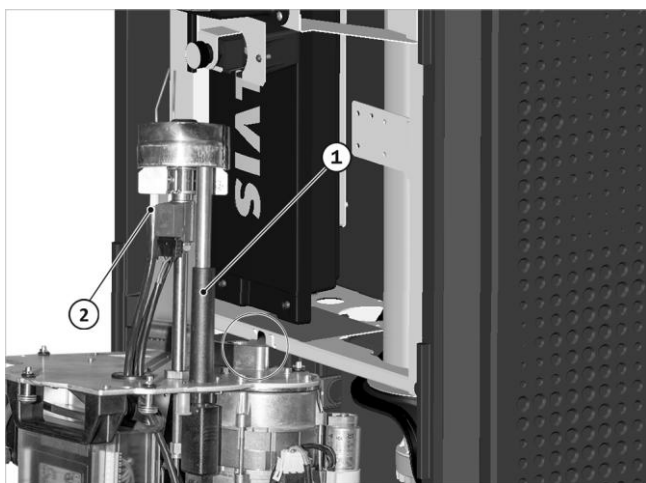

Fig. 146: Aggancio del bruciatore alla console
1. Estrarre la boccola di ispezione, vedere → fig. 146 (1).